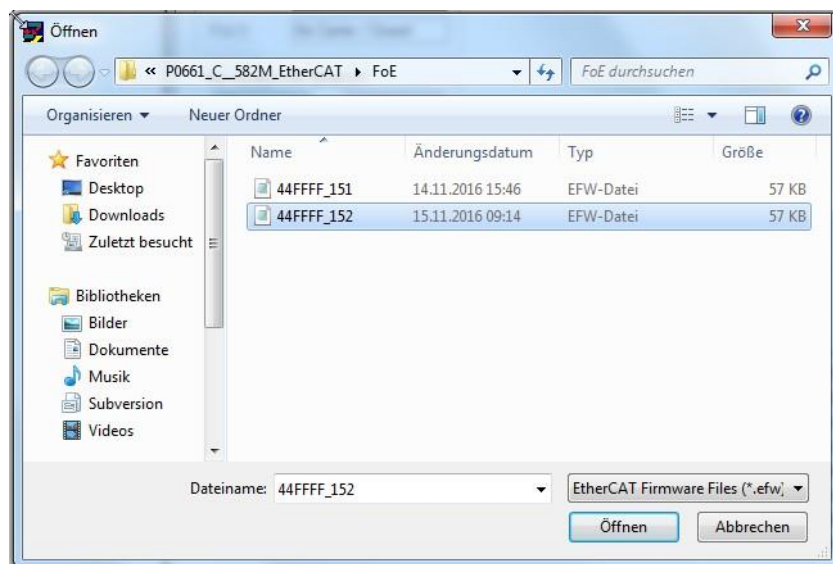

Abbildung 3
- Betätigen Sie nun die Schaltfläche „Download...“, die einen Dialog öffnet und alle Dateien mit der Endung „.efw“ (EtherCAT Firmware) anzeigt. Namen von Dateien, die einen Firmware-Update des hier beschriebenen EtherCAT-Mess-Systems erlauben, beginnen stets mit der Nummer „44FFFF“. Die nachfolgende Nummer repräsentiert den jeweiligen Release-Stand der Firmware. In der folgenden Abbildung 3 wurde exemplarisch die Datei mit dem Namen „44FFFF\_152.efw“ ausgewählt, deren Release-Stand somit 1.52 ist.